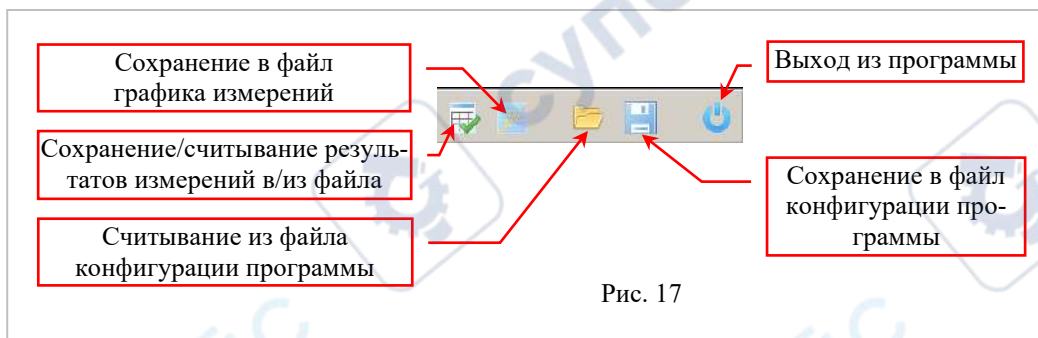

Рис. 17
2.4.6 Сохранение, считывание настроек прибора и результатов измерений, выход из программы (рис.17)